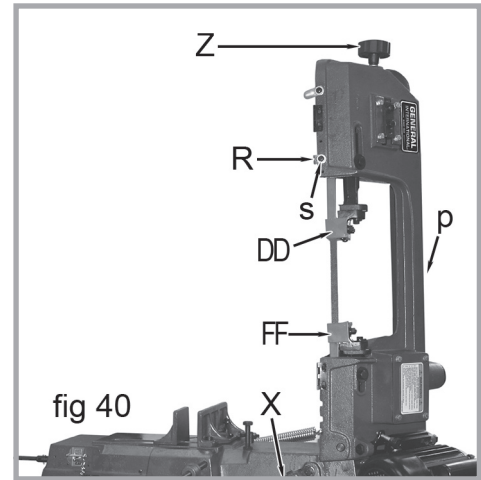

fig 40
1. Soulevez la tête en position verticale (fig 40)..
2. Repérez la plaque de support (X, fig 40) à la base de la scie à ruban à proximité de la moteur.
4. Repérez l'onglet de l'interrupteur (R, fig 40).
5. Localisez la vis M6 x 12 (S, fig 40) qui maintien la languette de l'interrupteur.
9. Localisez le couvercle supérieur de la lame (DD, fig 40).